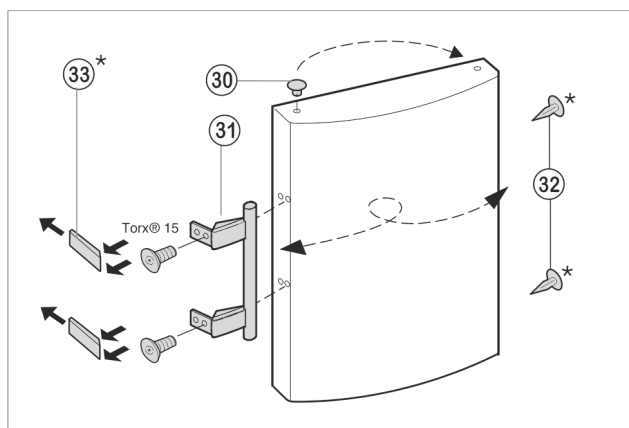

Fig. 8
- Estrarre il tappo Fig. 8 (30) dall'alloggiamento del supporto della porta e spostarlo.
- Smontare la maniglia della porta Fig. 8 (31), i tappi Fig. 8 (32) e le piastre di spinta Fig. 8 (33) e spostarli sul lato opposto.